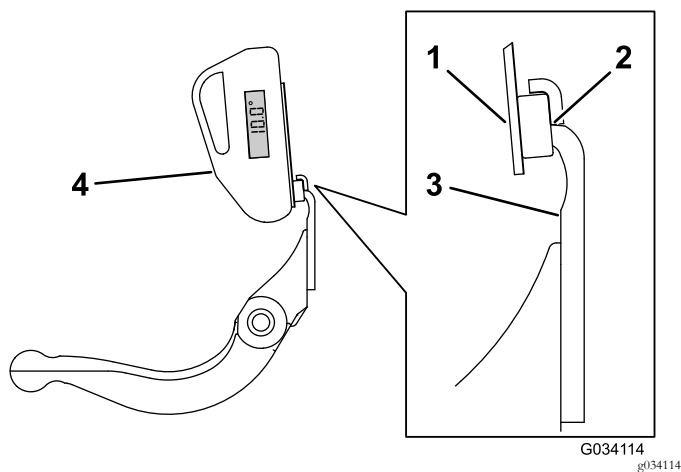

Figura 28
- 3. Posizionate il supporto del goniometro sul bordo della controlama, in modo che il bordo del magnete corrisponda a quello della controlama (Figura 28).
4. Posizionate il goniometro sul supporto, come illustrato nella Figura 28.